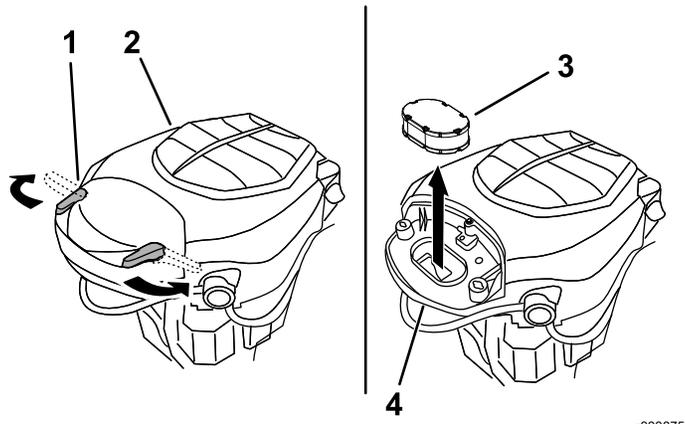

Рисунок 38
- Установите крышку и закрепите ее защелками (Рисунок 38).